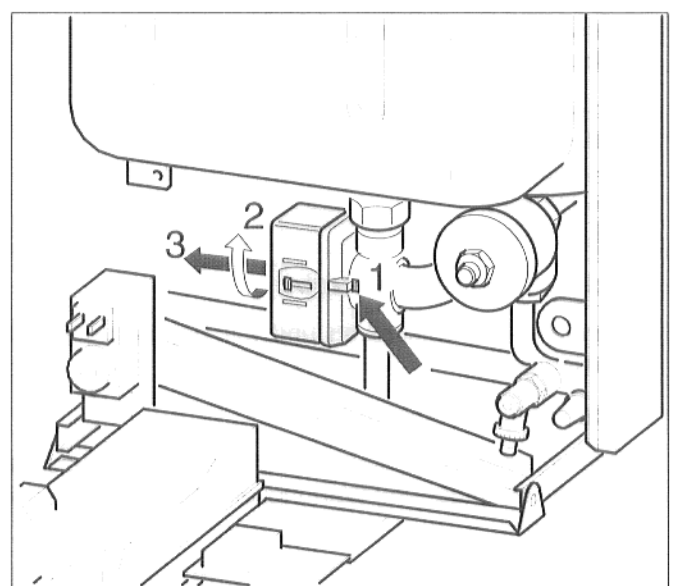

Abb. 47 Ansteuerung des Dreiwegeventils prüfen
- Arretierung am Verstellmotor des Dreiwegeventils eindrücken (Abb. 47, Pos. 1), Bajonettverschluß durch Linksdrehung (Abb. 47, Pos. 2) lösen und Verstellmotor entnehmen (Abb. 47, Pos. 3).
- Nachdem der Heizkessel in Betrieb gegangen ist, einen Warmwasserhahn öffnen. Läuft der Verstellmotor an (erkennbar an der Bewegung des weißen Verstellhebels, Abb. 47, Pos. 3), ist die Ansteuerung des Dreiwegeventils in Ordnung.